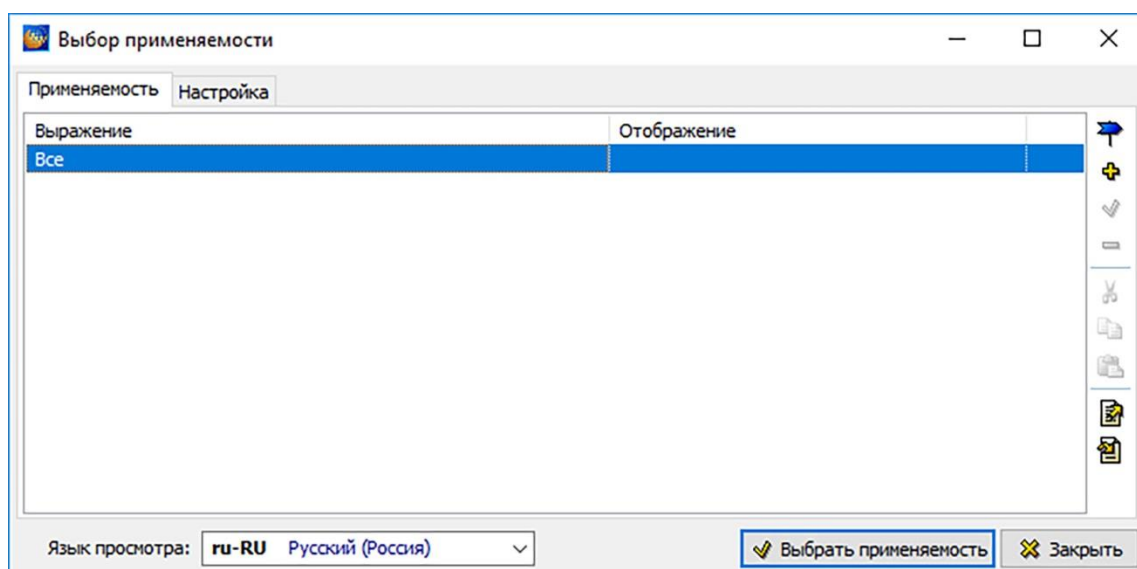

Рисунок 230
2) Щелкните по иконке  **Применяемость**. При этом откроется диалоговое окно **Выбор применяемости** (рисунок 230).